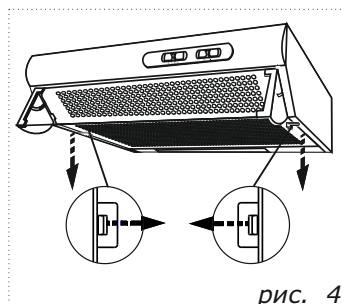

рис. 4
- откройте решетку (рис.4);
- откройте решетку сместив зажимы по направлению стрелок (рис.4);
- снимите решетку с фильтром (рис. 4);